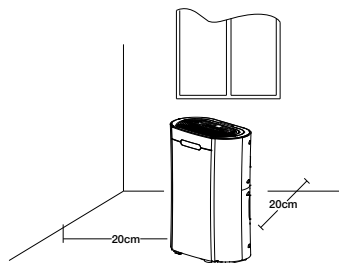

Рис. 1
1. Установите осушитель на плоской, устойчивой и ровной поверхности. Установите прибор так, чтобы с каждой стороны было не менее 20 см свободного пространства для обеспечения свободной циркуляции воздуха (рис. 1).